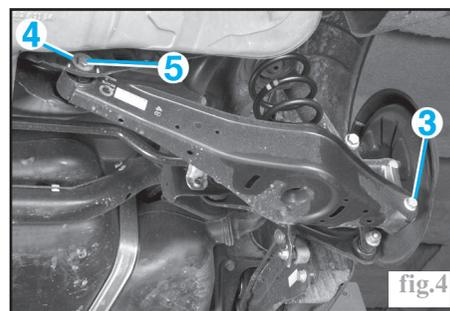

fig.4
Le parallélisme se règle en tournant l'excentrique (4) du bras transversal inférieur sur le berceau (Fig.4).